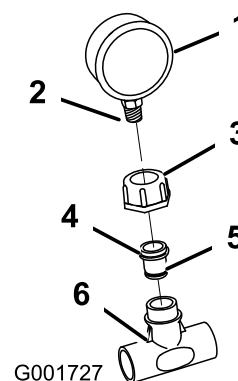

Figura 14
13. Envuelva las roscas del manómetro con cinta teflón. Instale la tuerca pequeña de plástico y el racor reductor en el manómetro. Utilice una llave hexagonal para enroscar el racor reductor en el manómetro (Figura 14).
14. Instale el conjunto del manómetro en el acoplamiento en T de plástico (Figura 14).